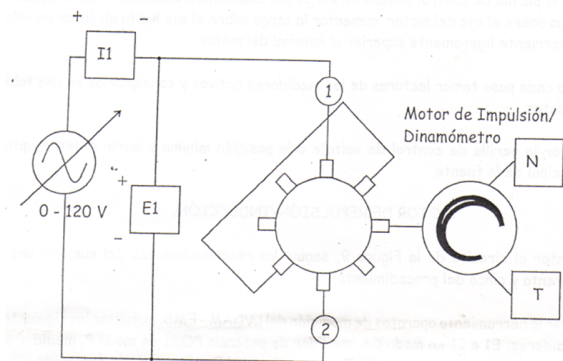

Figura 20. Motor de repulsión/inducción
52. Montar el circuito del a Figura 20, seguir las recomendaciones del numeral uno y cuarenta y cinco del procedimiento.
53. Abrir la herramienta aparatos de medición del LVDAM – EMS. Habilitar los siguientes medidores: E1 e I1 en modo CA, medidor de potencia PQS1 en modo P, medidor de velocidad N, medidor de torque T y potencia mecánica Pm en modo corregido (C) y un medidor programable preparado para medir rendimiento del motor — .